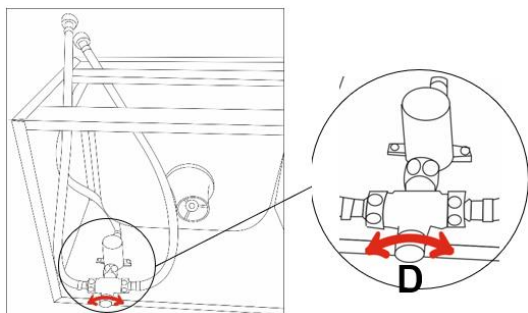

Fig.7
- I due tubi rimanenti devono essere collegati alle estremità (B) e (C) utilizzando i dadi BSP ½". Una volta che il lavabo è stato fissato alla parete, le altre estremità di questi tubi flessibili devono essere collegate con i dadi BSP ½" rispettivamente agli ingressi dell'acqua calda e fredda del locale.
- Fissare il set (miscelatore + pulsatore + tubi flessibili) nella parte interna del pannello frontale con le 2 viti in dotazione e nella posizione indicata nella Fig. 7. Il pulsante del ginocchio deve trovarsi all'esterno del pannello frontale.
- Collegare l'estremità del tubo dalla posizione "A" all'ingresso dell'acqua del rubinetto (Fig. 7).
La Fig. 7 mostra la posizione del quadrante nella parte inferiore del miscelatore.